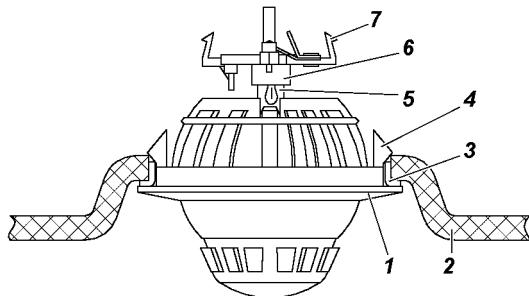

Рис. 9.49. Плафоны индивидуального освещения:
**Плафоны индивидуального освещения.** Для замены лампы осторожно, чтобы не повредить обивку крыши и плафон, подденьте отверткой корпус 1 (рис. 9.49) и потяните плафон вниз. С помощью отвертки выведите из зацепления защелки 7 патрона и выньте патрон.